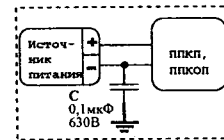

Рисунок 3
- ВНИМАНИЕ!!! В ЦЕЛЯХ ПОВЫШЕНИЯ ПОМЕХОУСТОЙЧИВОСТИ СИСТЕМЫ ПОЖАРНО-ОХРАННОЙ СИГНАЛИЗАЦИИ МИНУСОВОЙ ПРОВОД ИСТОЧНИКА ПИТАНИЯ ПКП (ПКПО) РЕКОМЕНДУЕТСЯ ЗАЕМЛЯТЬ ЧЕРЕЗ НЕПОЛЯРНЫЙ КОНДЕНСАТОР ЕМКОСТЬЮ 0,1-0,47 МКФ x 400 В (ИЛИ БОЛЕЕ), НАПРИМЕР, К73-17, 0,1 МКФ, 630 В (см. рисунок 3).**